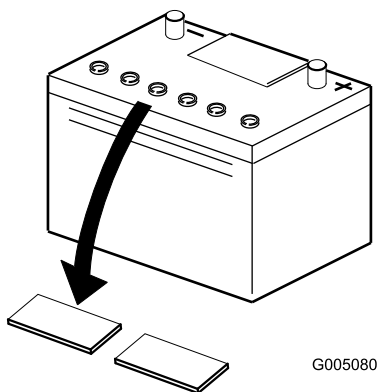

Рисунок 4
4. Очистите поверхность аккумуляторной батареи и снимите пробки вентиляционных отверстий (Рисунок 4).